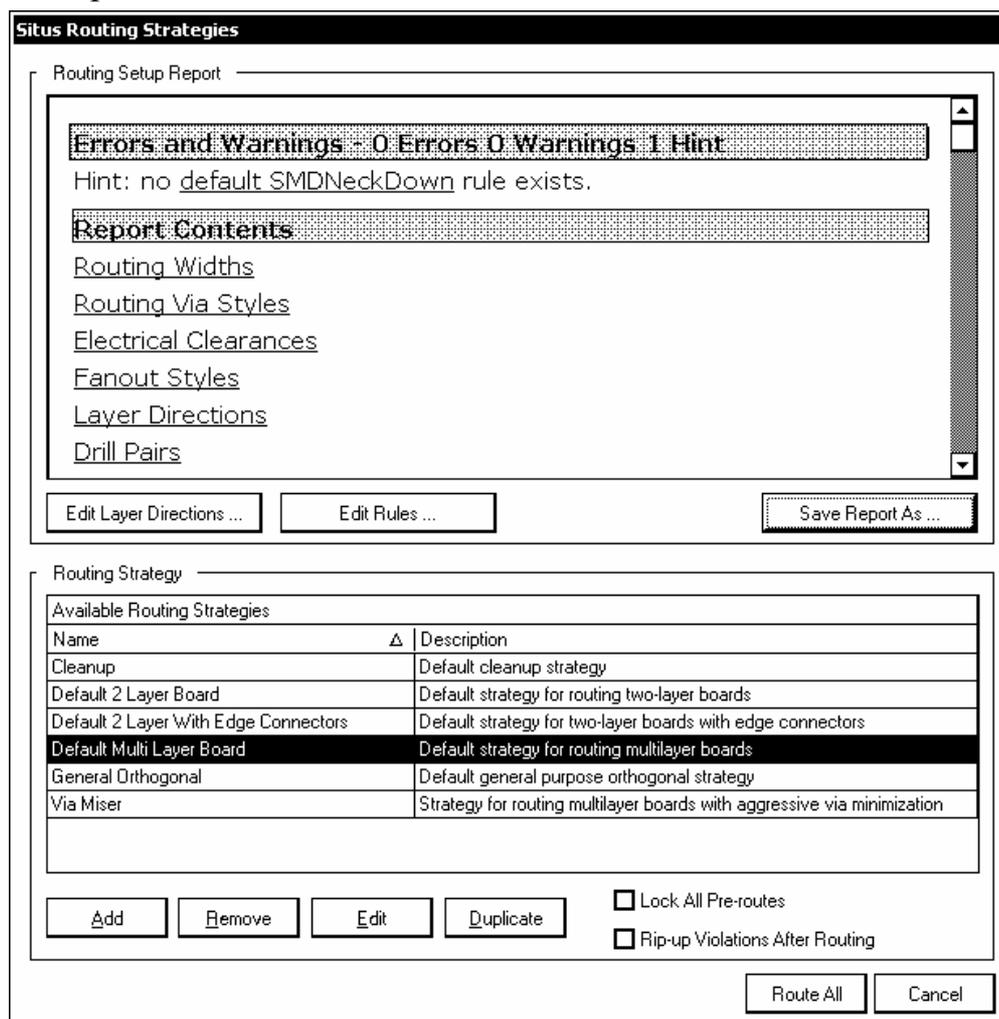

Рис. 7.22
Набор приемов (проходов) автотрассировки в Altium Designer 6, как и в целом ряде других САПР называется стратегией трассировки. Основой стратегии, применяемой к текущему проекту являются правила проектирования, назначаемые на этапе составления электрической принципиальной схемы (разд. 5.2.6) и/или на этапе проектирования печатной платы (разд. 6.3 – 6.5). Командой главного меню Auto Route>>Setup или Auto Route>>All активизировать диалог настройки стратегии трассировки. Автотрассировщик Situs анализирует назначенные правила и выстраивает их в стратегию. В поле Routing Strategies диалогового окна Situs Routing Strategies (рис. 7.22) приводится список доступных в текущий момент стратегий и их краткая характеристика .
- All – трассировка всей платы: выполняется после настройки стратегии по щелчку на кнопке Route All в диалоговом окне рис. 7.22.
Все предварительно разведенные вручную цепи – дифференциальные пары, веерная разводка планарных (SMD) компонентов, другие критические цепи могут быть защищены от автотрассировки. Для этого следует активизировать в диалоговом окне рис. 7.22 опцию Lock All Pre-routes.
После выполнения всех необходимых настроек кнопкой Route All в окне рис. 7.22 автотрассировке дается старт. Трассировка сложной платы с несколькими сотнями компонентов и плотной компоновкой может длиться до нескольких часов. По ходу выполнения трассировки в плавающую панель Messages выводятся сообщения о завершении проходов трассировки и затраченном на это времени. Трассировка может быть приостановлена командой Auto Route>>Stop и возобновлена повторением команды Auto route>>All.